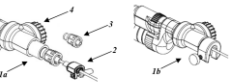

Figura 1
- Si utiliza una pieza de mano con canal de trabajo (*Figura 1*), se ha añadido un mecanismo de control de profundidad con luer (*Ia*) o un accesorio MINOP™ único (*Ib*) para su integración con los endoscopios.